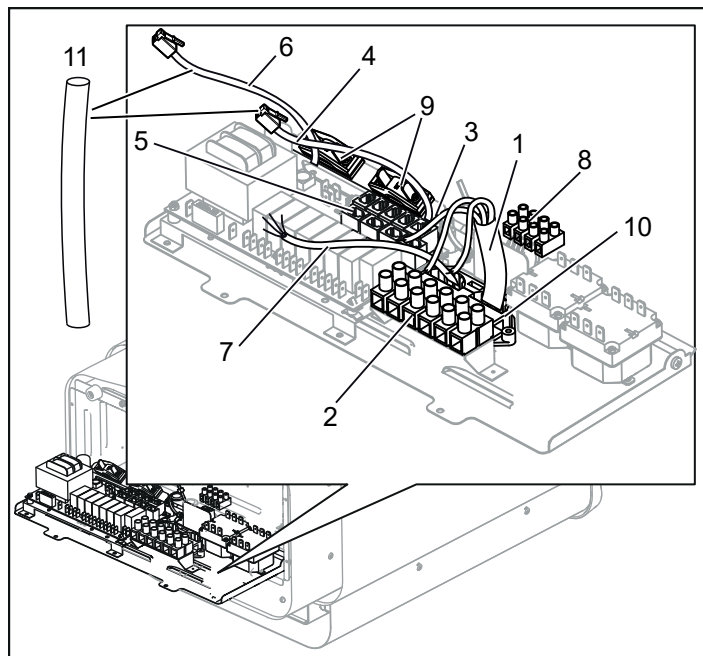
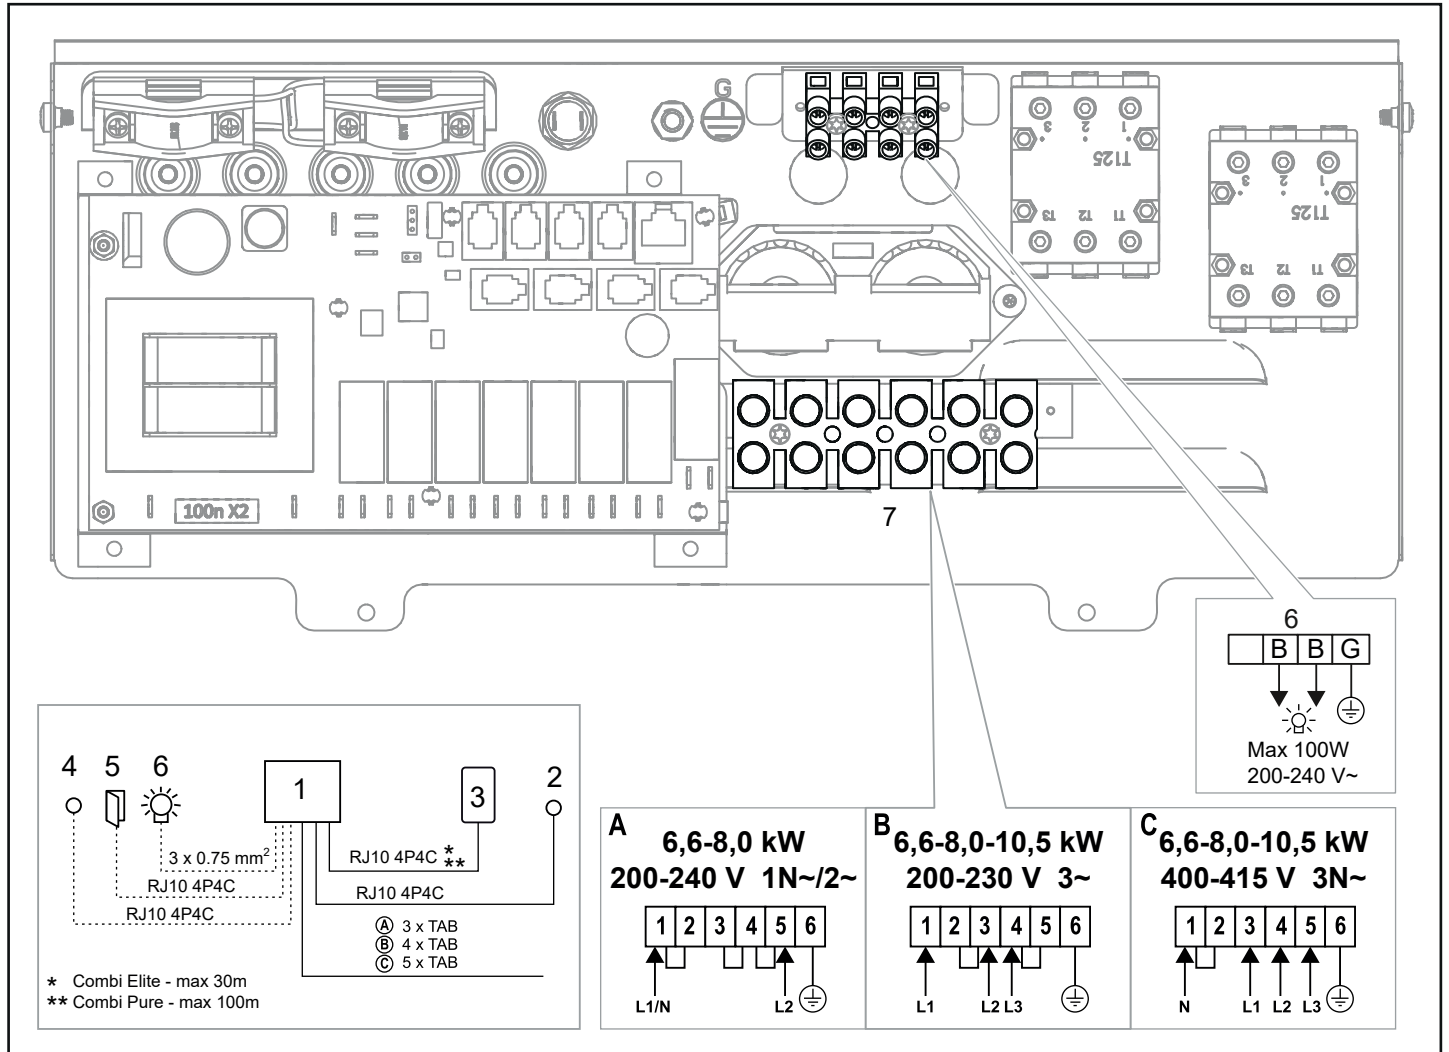
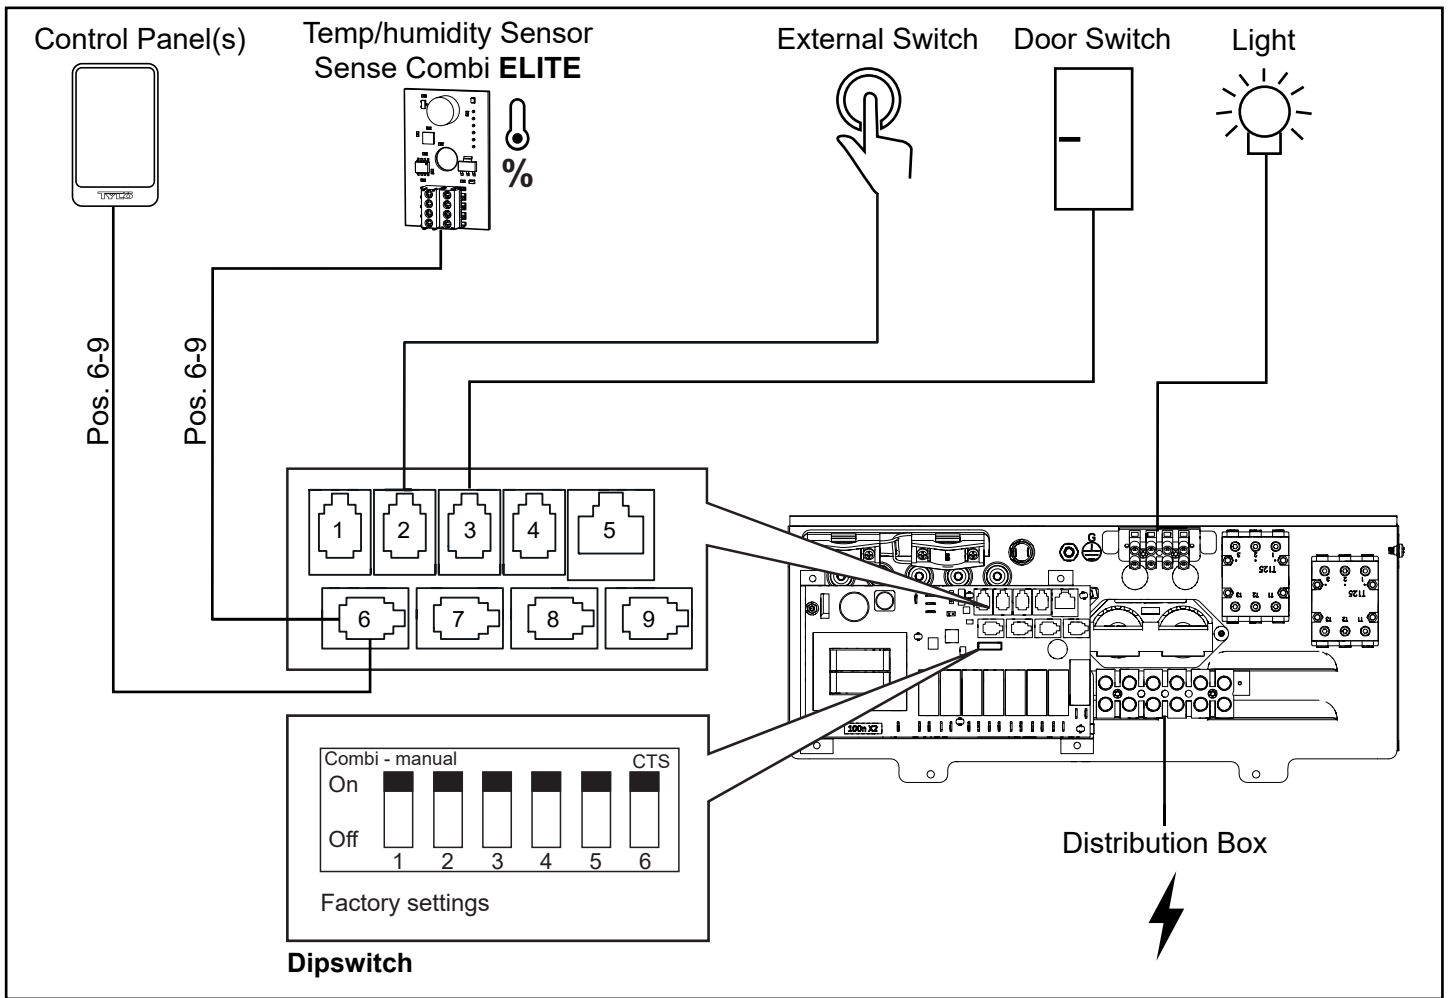

Figure 10 : Circuit imprimé
Figure 17 : Schéma de branchement
Figure 19. Schéma d'installation Sense Combi Elite
- Raccordez le câble électrique (voir figure 10), en suivant le schéma de raccordement (voir figure 17).
- Acheminez les câbles du panneau de commande et de la sonde de température à travers les passe-câbles (voir figure 10). Raccordez le câble du panneau de commande à l'un des quatre connecteurs RS485 (positions 6-9) (voir figure 19, 20).
Combi Elite : Raccordez le câble des sondes d'humidité et de température à l'un des quatre connecteurs RS485 (pos. 6-9), (voir figure 19).
- Raccordez, le cas échéant, le câble de l'éclairage (voir figure 10) en suivant le schéma de raccordement (figure 17).
Pour un raccordement à d'autres tensions ou d'autres nombres de phases ne figurant pas sur le schéma de raccordement (figure 17), contactez le service de maintenance Tylö.